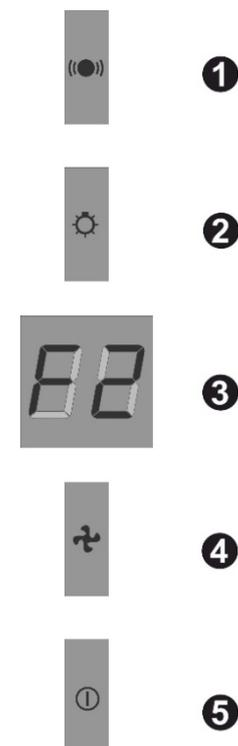

Fig.4.1
7.3 Sur le panneau inférieur du corps on installe le commutateur de bouton des modes et l'allumage des lampes de l'éclairage (fig. 4.1).